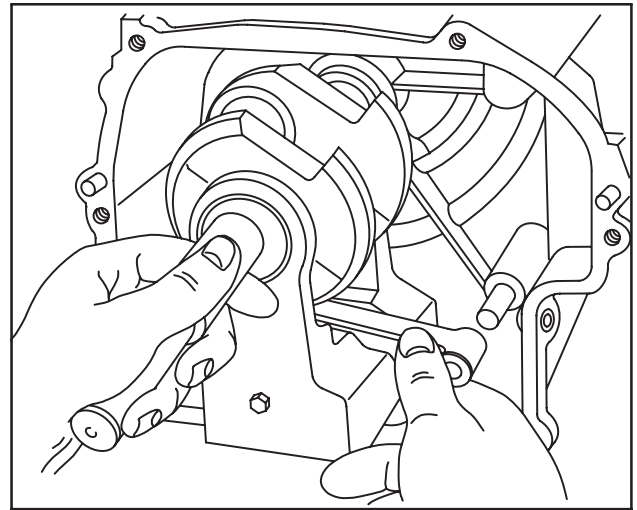

Fig. 12
10. Aligner la bielle avec son axe et pousser le tout en place, Fig. 12.